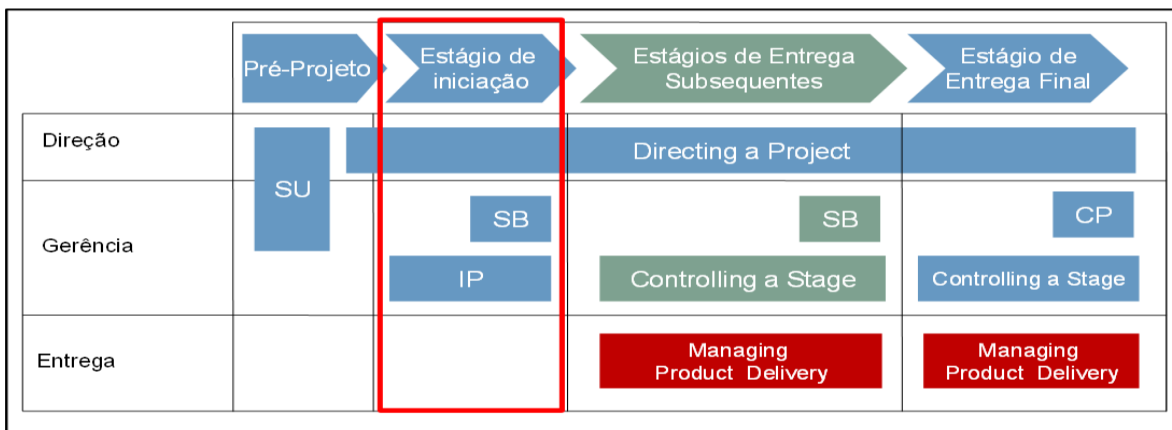

Fig 3.8 Estágio de Iniciação
- O processo "Initiating a Project" (IP) é parte do Estágio de Iniciação;
- O Estágio de Iniciação, bem maior, refere-se a todo o trabalho a ser feito no processo Initiating a Project (IP) e também no primeiro processo Managing a Stage Boundary (SB). Como se pode ver no diagrama da fig. 3.8, o processo Initiating a Project (IP) é acionado pelo Comitê Diretor do Projeto. O processo IP é geralmente curto, especialmente se comparado ao restante do projeto. Contudo, talvez seja este o estágio mais importante, pois ele descreve o que deve ser feito pelo projeto e, portanto, não deverá ser apressado.